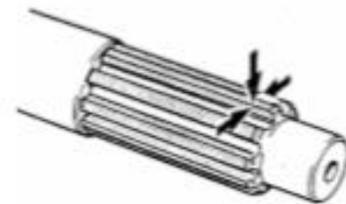

Fig. 2
- a. Untar las estrías del eje con grasa. Fig. 2